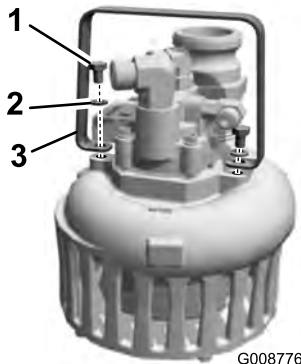

Figura 2
3. Retire los 2 pernos y arandelas que fijan el asa a la bomba (Figura 2). Retire el asa de la bomba.